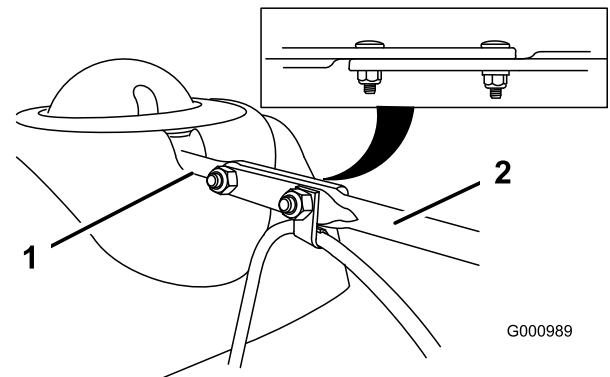

Figura9
3. Aliniați capătul posterior plat al tijei lungi de control cu capătul frontal plat al tijei scurte care se extinde din panoul de comandă astfel încât acestea să fie poziționate împreună (Figura9).